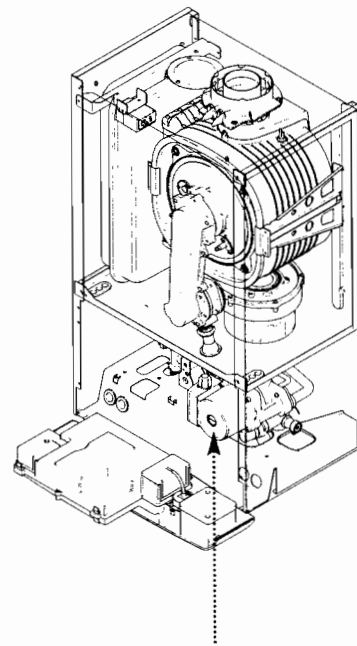

Fig. 56
12.13 Pump - Head Only (Fig. 56)